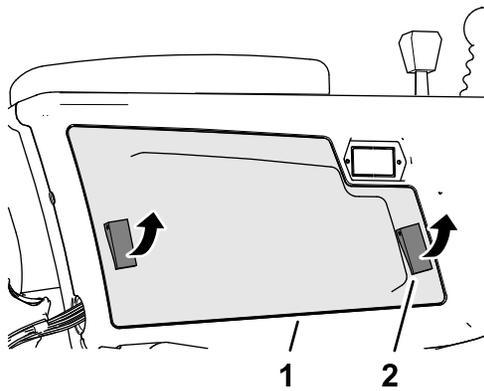

Figure 96
2. Ouvrez les 2 attaches qui fixent le couvercle du bras de commande sur le bras, et déposez le couvercle (Figure 96).